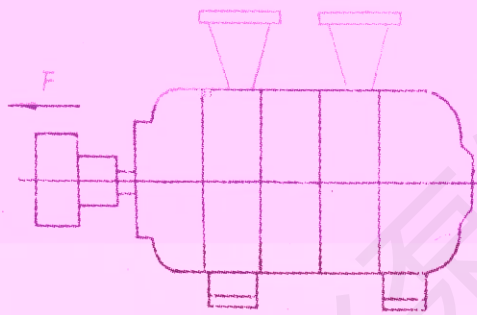

图1
- b:调整两联轴器间隙前,必须先将泵轴向泵联轴器方向即F向最大限度地外拉(参见图1),直到不能移动为止(多级离心泵运转时转子的串动是正常现象),然后再进行调整。